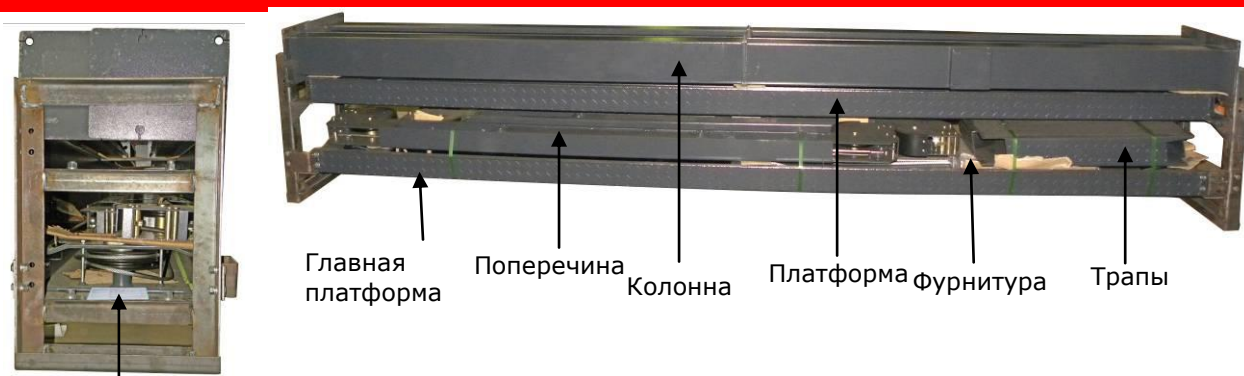

Рис. 5
2. Вскройте упаковку и проверьте наличие всех запчастей и аксессуаров. (См. рис. 5).